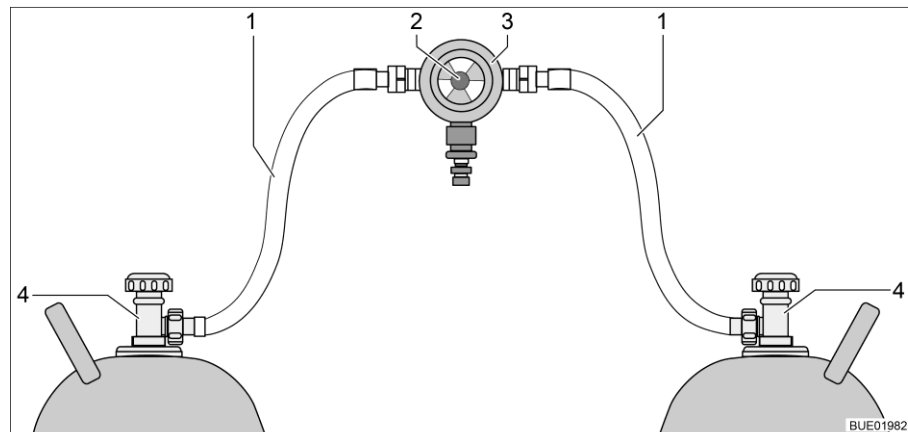
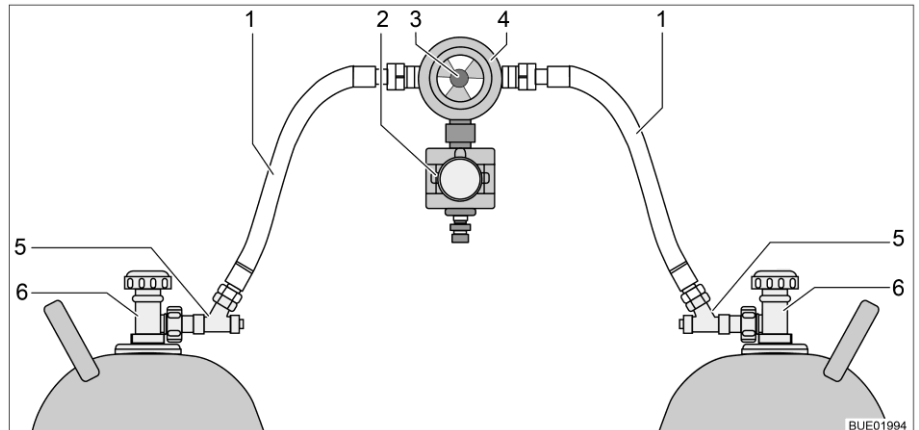

Fig. 194 Instalación de conmutación de bombonas de gas
Fig. 195 Instalación de conmutación de bombonas de gas con CPU
La instalación de conmutación de bombonas de gas consiste de un regulador de presión de gas combinado, con válvula selectora e indicador (Fig. 194,3). La instalación de conmutación de bombonas de gas está montada entre las dos gomas del gas (Fig. 194,1).
La instalación de conmutación de bombonas de gas consiste de un regulador de presión de gas combinado, con válvula selector e indicador (Fig. 195,4) y una electroválvula (Fig. 195,2). En caso de una frenada a fondo, un accidente o una extrema posición inclinada, la electroválvula bloquea el suministro de gas al vehículo. La instalación de conmutación de bombonas de gas está montada entre las dos gomas del gas (Fig. 195,1) con dispositivos de seguridad en caso de rotura de manguera (Fig. 195,5).
Con el botón giratorio (Fig. 194,2 ó bien Fig. 195,3) en la instalación de conmutación de bombonas de gas se puede determinar cuál de las bombonas de gas se utilizará como bombona de servicio y cuál bombona de gas como bombona de reserva.
En la unidad de mando (Fig. 196) únicamente pueden conmutarse las funciones eléctricas. Las llaves de paso principales de las bombonas de gas (Fig. 194,4 ó bien Fig. 195,6) deben abrirse y cerrarse a mano.
- Abrir las llaves de paso principales en las bombonas de gas (Fig. 194,4 ó bien Fig. 195,6).
- Pulsar los dispositivos de seguridad en caso de rotura de manguera (Fig. 195,5), uno tras otro, por 10 segundos.
- Con el botón giratorio (Fig. 194,2 ó bien Fig. 195,3) en la instalación de conmutación, seleccionar la bombona de gas de la que habrá de tomarse el gas con prioridad (bombona de servicio). Girar el botón giratorio siempre hasta el tope.
- Cerrar las llaves de paso principales en las bombonas de gas (Fig. 194,4 ó Fig. 195,6).